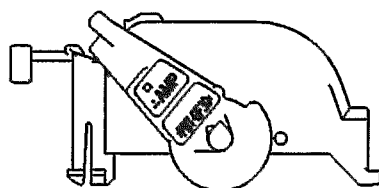

Fig.14
**注意** レバー位置に注意して下さい。弊社出荷時のレバー位置にて、取付け作業をして下さい。レバーアッセンプリの弊社出荷形態は Fig.14 を参照願います。
**NOTE** Be aware Lever position. The operation should be done with same Lever position as shipping condition. See Fig.14 for Lever shipping condition.
- (1) レバーがコネクタ本係止位置(弊社出荷形態)にある事を確認して下さい。(Fig.14 参照)
Confirm Lever is in final lock ( in shipping condition from Tyco) condition. (See Fig.14)